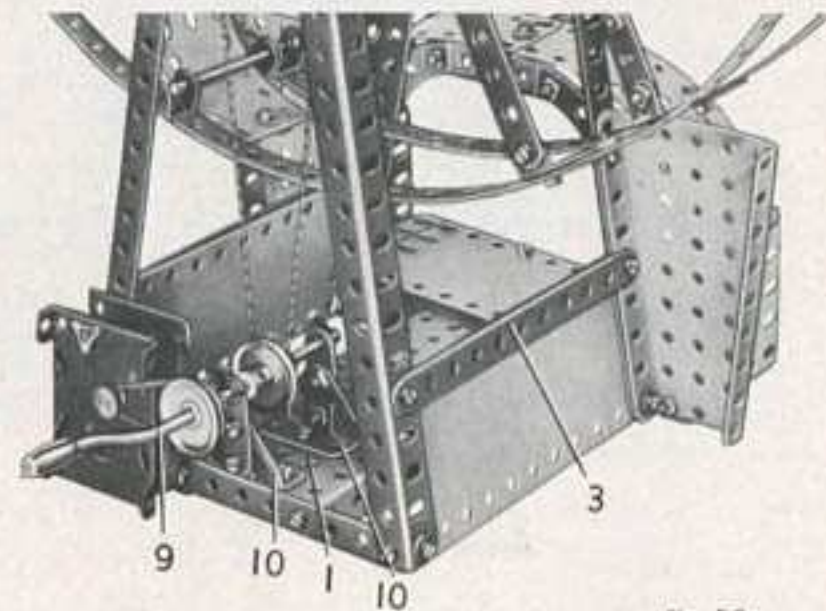

Fig. 5.9a
Un moteur mécanique Magic, boulonné sur la base, entraîne une poulie de 25 mm. bloquée sur la manivelle (9). Cette dernière passe dans des bandes de 3 trous fixées à des embases triangulées coudées (10) boulonnées sur la plaque à rebords (1). Une poulie de 12 mm. à moyeu montée sur la manivelle est reliée par une corde à l'une des poulies (7). La poulie de 12 mm. à moyeu est fournie avec le moteur mécanique Magic; elle est placée derrière la seconde poulie de 25 mm. que l'on voit sur la manivelle dans la figure 5.9a.